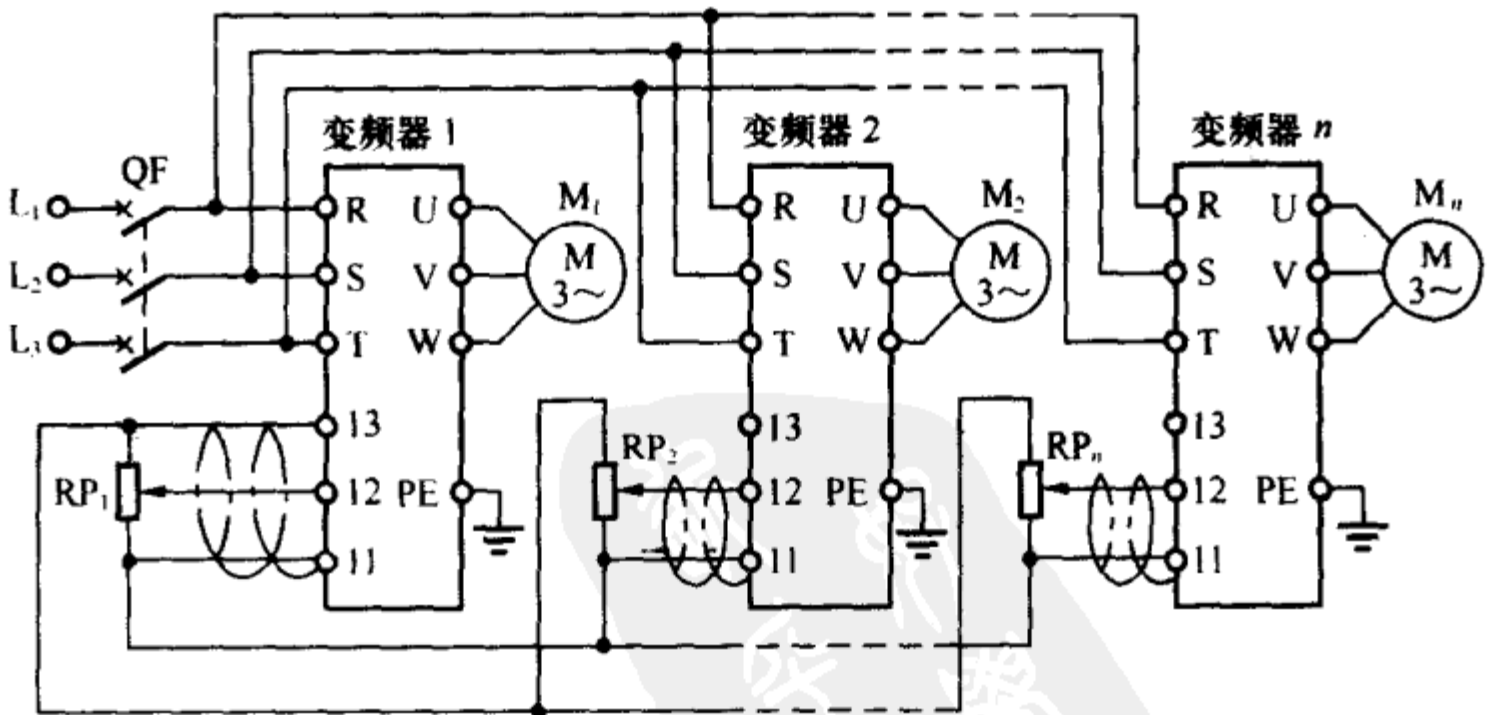

图 39 多台变频器同步控制多台电动机的线路(之一)
(1) 利用变频器内部直流电压(10V)及控制电位器进行控制。如果要求多台电动机以相同或不同转速运行，可按图 39 接线。分别调节各自变频器的电位器，即可调节对应那台电动机的转速，达到同步运行的目的。如果要求多台电动机以不同转速运行，但以同比例升、减速(第一台电动机 M_1 的转速比其余电动机高)，只需将其余各台电动机所对应变频器电位器的上端接到第一台变频器电位器 RP_1 的中心端即可。